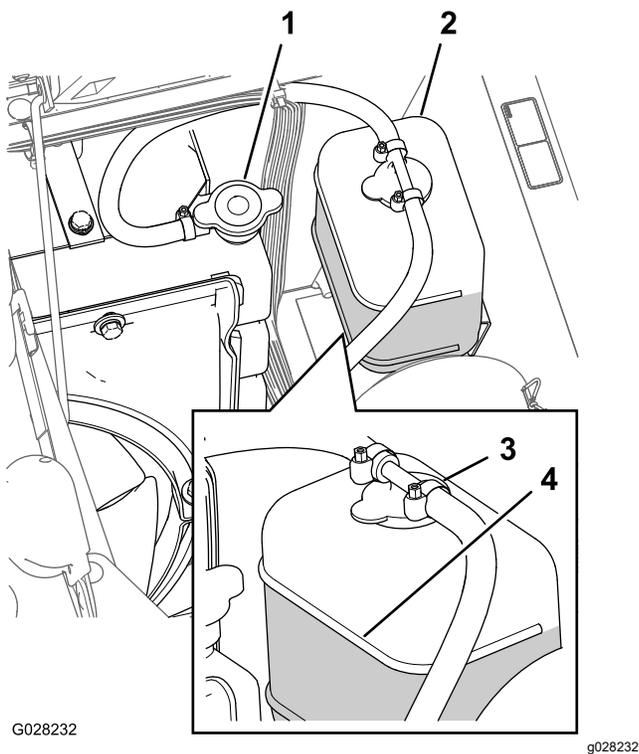

Рисунок 93
3. Осторожно снимите крышку радиатора и крышку расширительного бачка (Рисунок 93).
Примечание: Радиатор должен быть заполнен до верха заливной горловины, а расширительный бачок должен быть заполнен до отметки «Полный» на бачке (Рисунок 93).
5. Если уровень охлаждающей жидкости низкий, снимите крышку расширительного бачка и крышку радиатора, долейте жидкость в расширительный бачок до отметки «Полный» и в радиатор до верха заливной горловины (Рисунок 93).
6. Установите крышку радиатора и крышку расширительного бачка (Рисунок 93).
2. Подождите, когда двигатель остынет, затем снимите крышку радиатора (Рисунок 93).
6. Снимите крышку радиатора (Рисунок 93).
8. Запустите двигатель с незатянутой крышкой на радиаторе (Рисунок 93).
10. После прогрева охлаждающей жидкости доведите уровень охлаждающей жидкости до уплотнительной поверхности и затяните крышку (Рисунок 93).
11. Откройте крышку расширительного бачка и заполните бачок охлаждающей жидкостью до уровня Cold (Холодный) (Рисунок 93).